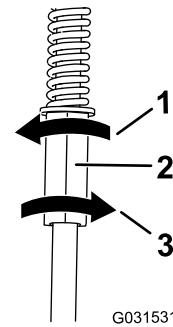

Figura 64
4. Gire la varilla de control izquierda en incrementos de un cuarto de vuelta hasta que la máquina avance en línea recta (Figura 64).